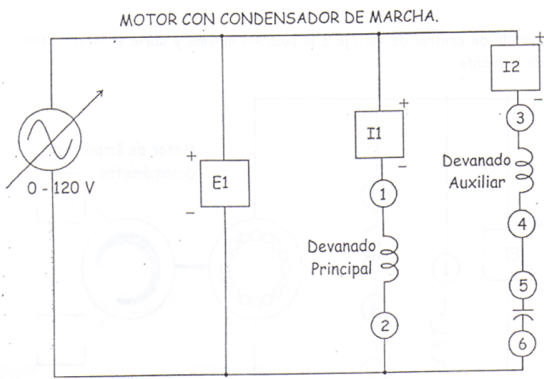

Figura 18. Motor con condensador de marcha.
- 41. Con el módulo motor con condensador de marcha, montar el circuito de la Figura 18, seguir las recomendaciones del numeral uno del procedimiento.